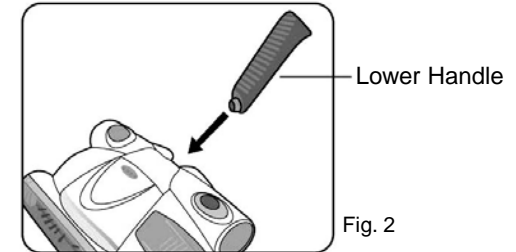

Fig. 2
2. Insert the lower handle - small end - into the sweeper power head. Push until firmly in place. (Fig. 2)
1. Retirez le plateau tout droit hors du côté de la balayeuse (Fig. 2)